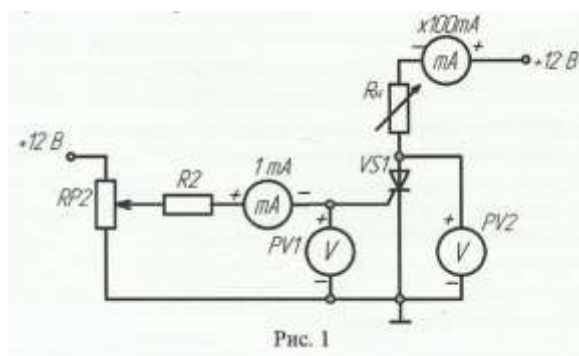

Рис. 1
1. На лабораторном стенде собрать схему для исследования тиристора на постоянном токе в соответствии с рис.1. Регулятор  $R_n$  перевести в положение «0», соответствующее минимальному значению сопротивления.